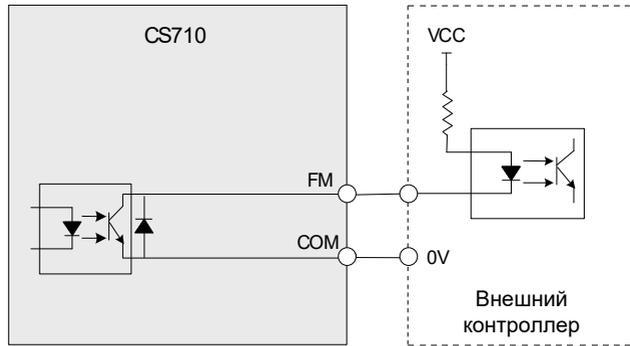

Рис. 3-67 Подключение высокоскоростного дискретного выхода FM
- ◆ Как показано на рис. 3-67, установить поглощающий диод, соблюдая правильную полярность, для предотвращения повреждения источника питания 24 В постоянного тока.